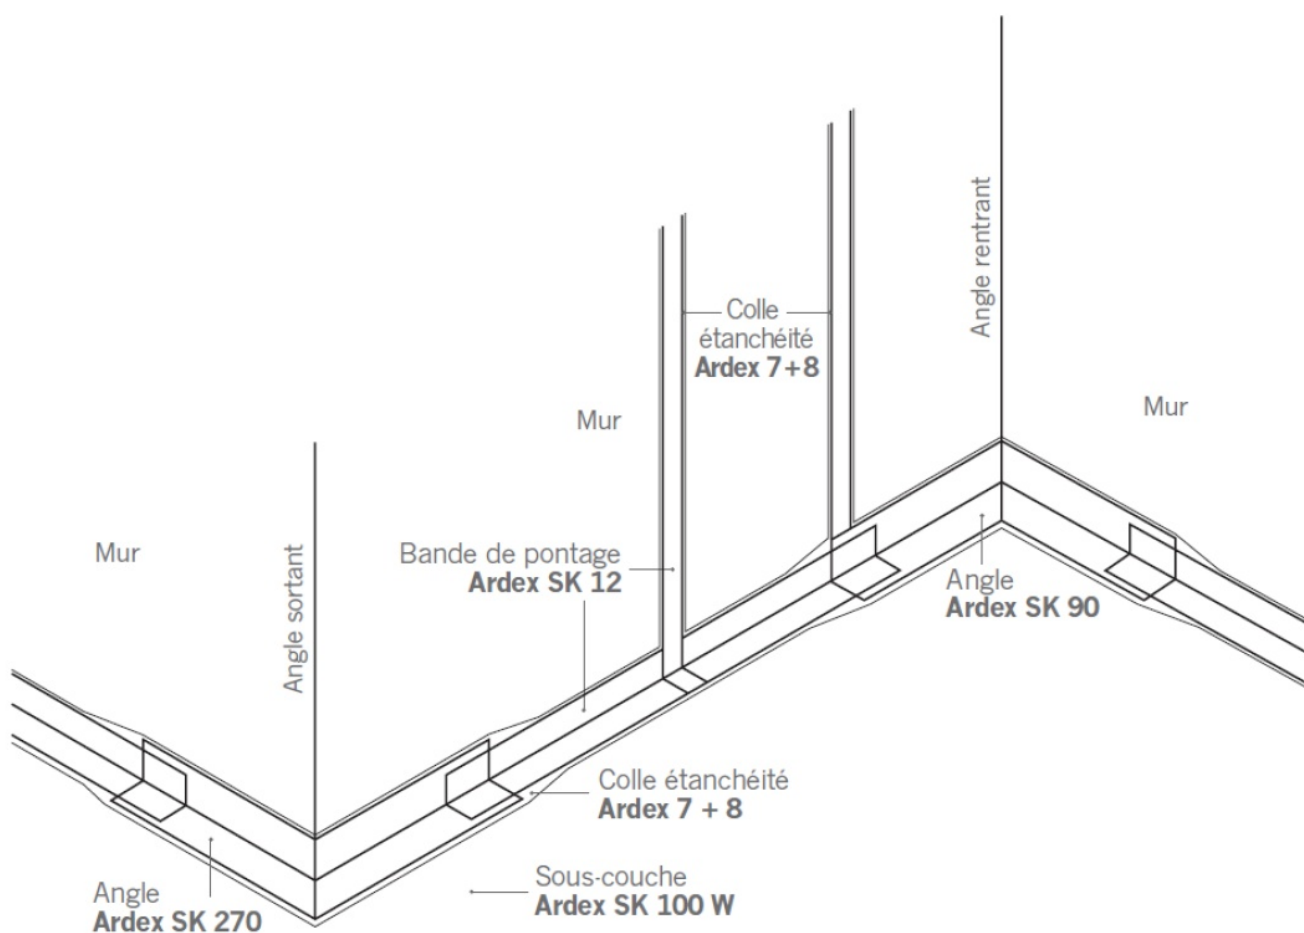

Figure 3 – Angles rentrants-sortants
2.4.2.3.2. Traitement des angles (figure 3)